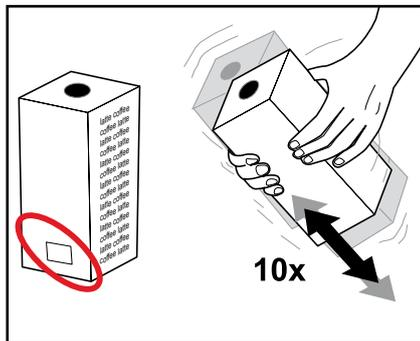

Fig. 18
Leia as indicações impressas no pacote de produto. Não use pacotes de produto danificados. Não use um pacote de produto com a data de validade expirada. (Fig. 18)
3. Agite o pacote de produto, no mínimo, 10 vezes. (Fig. 18)